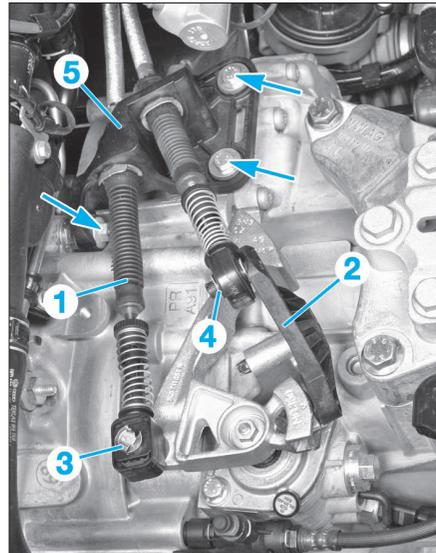
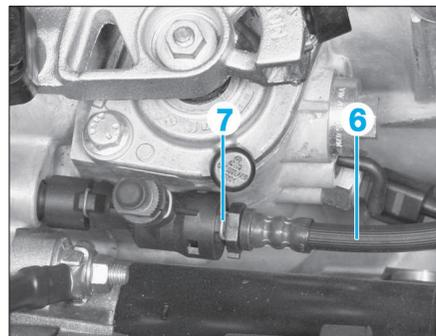

FIG. 2
FIG. 3
- Déposer du levier de commande (1) le segment d'arrêt (3) pour le câble de commande et extraire le câble du tenon (Fig.2).
- Déposer du levier de renvoi (2) le segment d'arrêt (4) pour le câble de sélection et extraire le câble du tenon.
- Déposer le levier de renvoi (2).
- Déposer le support (5) (3 vis) des câbles de commande et de sélection de la boîte de vitesses et le faire reposer sur le côté au moyen d'un fil de fer.
- Comprimer le flexible (6) menant au cylindre récepteur à l'aide d'une pince à flexible (Fig.3).
- Extraire l'agrafe (7).
- Extraire le flexible (6) du dispositif de purge du cylindre récepteur et l'obturer à l'aide d'un bouchon approprié.